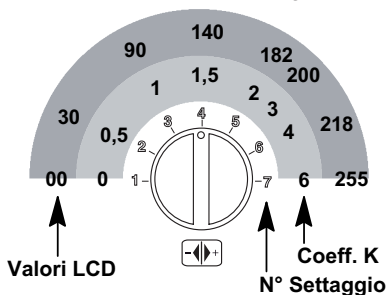

Figura 5.61
- Impostare il valore ruotando la manopola in Figura 5.61 da un minimo di **30** (la sequenza **P15** si alterna **30**)